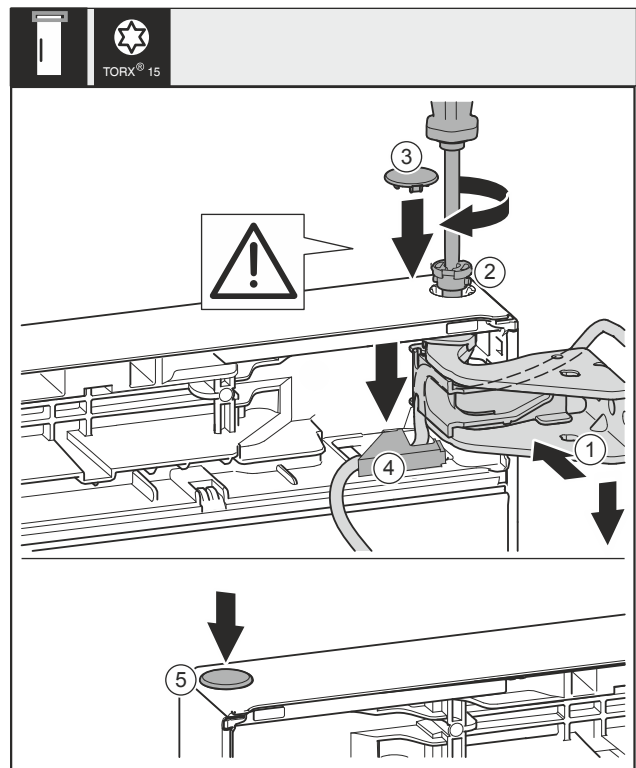

Fig. 38
- ▶ Tür oben zur Öffnung im Lagerbock Fig. 38 (1) ausrichten.
- ▶ Bolzen Fig. 38 (2) einsetzen und mit Schraubendreher festschrauben.
- ▶ Sicherungsabdeckung zur Sicherung der Tür montieren: Sicherungsabdeckung Fig. 38 (3) einsetzen und kontrollieren ob sie auf der Tür aufliegt. Ansonsten Bolzen vollständig einsetzen.
- ▶ Abdeckung Fig. 38 (4) einsetzen und nach unten drücken bis sie einrastet.
- ▶ Stopfen Fig. 38 (5) einsetzen.